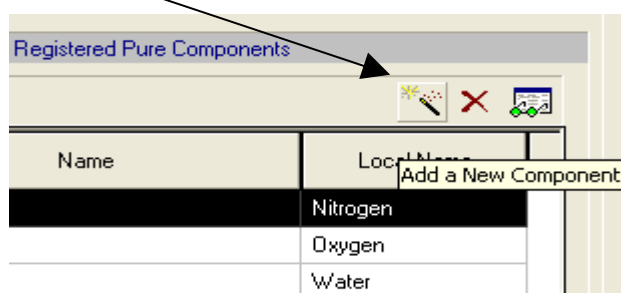

Рис. 5. Иконка **Add a New Component** над полем списка зарегистрированных чистых компонентов (**Registered Pure Component**)
**Add a New Component** (рис. 5).